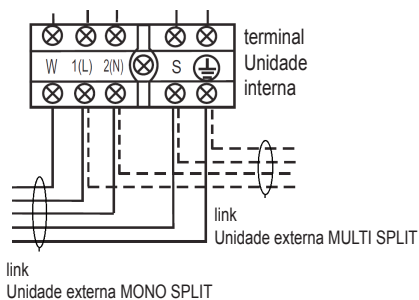

fig. 16 -
3. Estabeleça as ligações consultando os esquemas de cablagem da unidade "fig. 16 -".